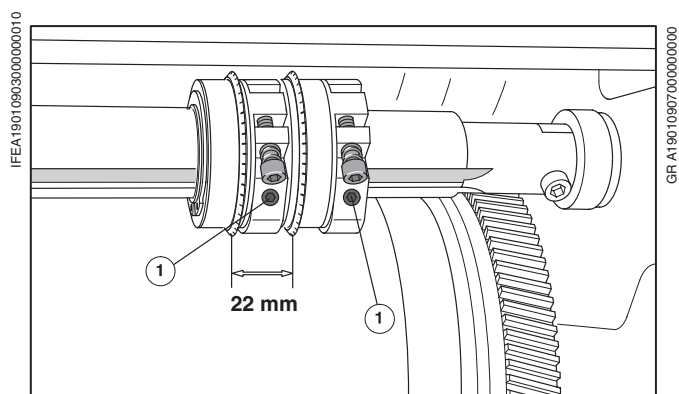

Рис. 8 Юстировка держателя перфорационного ножа
- ❶ Прогнать лист тиража в толчковом режиме к печатному цилиндру.
- ❷ Ослабить крепежный винт (Рис. 8/❶) на держателе перфорационного ножа.
- ❸ Держатель перфорационного ножа сдвинуть в сторону на нужную величину.
- ❹ Держатель перфорационного ножа зафиксировать, затянув крепежный винт (Рис. 8/❶) шестигранным гаечным ключом.
- ❺ Лист транспортировать на приемку.